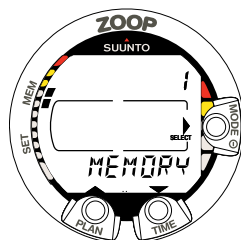

Abb. 4.2 Speicheroption. [1 MEMORY].
2. Mit den Knöpfen PLAN und TIME können Sie sich zwischen den Menüs bewegen. Die Menübezeichnung und die entsprechende Nummer werden angezeigt (Abb. 4.2 - 4.3).
6. Abhängig vom Modus können Sie sich nun den Speicher ansehen oder unterschiedliche Einstellungen vornehmen (mit Hilfe der Knöpfe PLAN und TIME). Durch Drücken des SMART/Mode- Knopfes können Sie das Menü verlassen (Quit) oder vorgenommene Einstellungen bestätigen (OK).